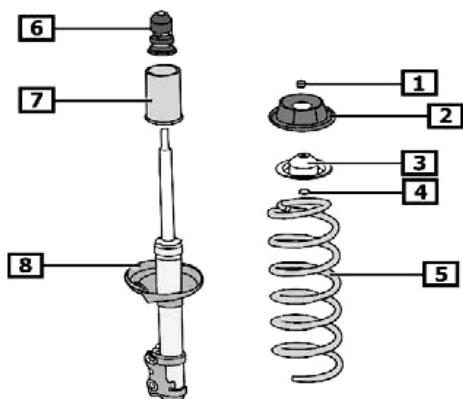

Fig. 3:
- **Fig. 3** Anbauteile (1 - 7) und Feder entnehmen.
- **Fig. 3** Remove add-on parts (1 - 7) and spring.
- **Fig. 3** Enlever les composants (1 - 7) ainsi que le ressort.
- **Fig. 3** Extraer las piezas adicionales (1 - 7) y el muelle.
- **Fig. 3** Anschlagpuffer (6) mit Staubschutzhülle (7) auf Kolbenstange stecken.
- Scheibe (4), oberen Federteller (3) und Federbeinlager (2) aufsetzen und neue Kolbenstangenmutter (1) mit Spezialwerkzeug festschrauben (60 Nm).
- **Fig. 3** Place compression stop (6) with dust cover (7) on piston rod.
- Fit washer (4), upper spring cap (3), and suspension strut bearing (2) on top, and use a special tool to tighten a new piston rod nut (1) (60 Nm).
- **Fig. 3** Insérer le tampon de butée (6) avec la gaine de protection anti-poussière (7) sur la tige de piston.
- Mettre en place la rondelle (4), la coupelle de ressort supérieure (3) et le palier de jambe de force (2) puis visser les nouveaux écrous de tige de piston (1) avec un outil spécial (60 Nm).
- **Fig. 3** Colocar el amortiguador de tope (6) con la funda protectora contra el polvo (7) en el vástago del pistón.
- Colocar arandela (4), plato de muelle superior (3) y cojinete del amortiguador (2) y atornillar la nueva tuerca del vástago del pistón (1) con la herramienta especial (60 Nm).